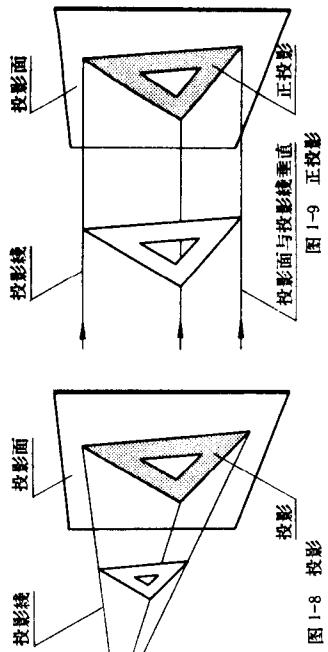

图 1-8 投影
如果各投影线都互相平行，并且和投影面垂直，再移动三角板时，它的影子的大小就不会因为离墙面的远近而不同了，如图 1-8。这种用和投影面垂直的光线照射物体，而在投影面上得到的图形叫做正投影。视图就是根据正投影的方法画出来的。
如果将三角板放在灯和墙之间，墙上就有影子出现，这个影子叫三角板的投影，光线叫投影线，墙面叫投影面，如图 1-8 和图 1-9。由灯射出来的光线相互并不平行①，绝大多数和墙面也不垂直②。如果移动三角板的位置，影子的大小就会改变，离灯近时影子就大一些，如图 1-8。